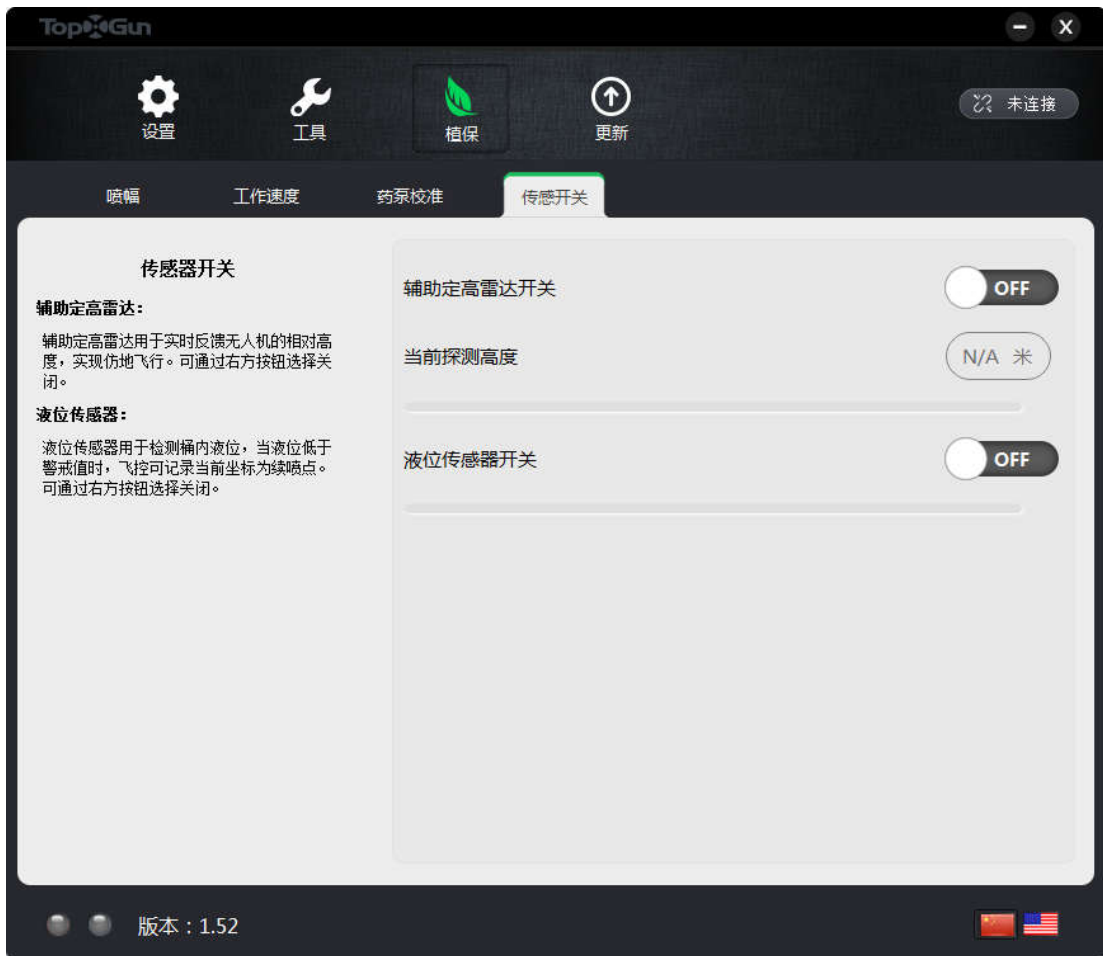

图 1-14 传感器开关
5、选择“传感开关”页签，设置辅助定高雷达模块（即地形跟随雷达模块）和液位传感器的打开/关闭，如图 1-14 所示。